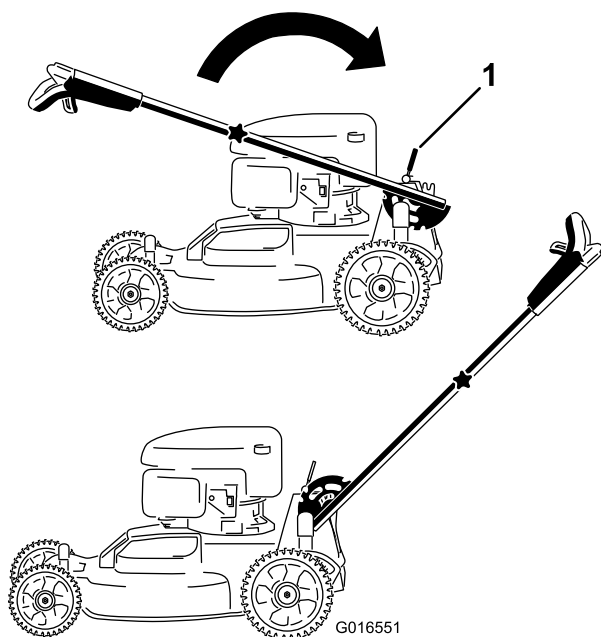

Figura 4
1. Gire el manillar superior hasta que se acople al manillar inferior (Figura 3) y apriete ambos pomos del manillar para bloquear el manillar superior en su lugar (Figura 4).
2. Pomo (2)
- Suelte la palanca de bloqueo del manillar (Figura 4).
- Tire del manillar hacia atrás y bloquéelo en esa posición (Figura 4).